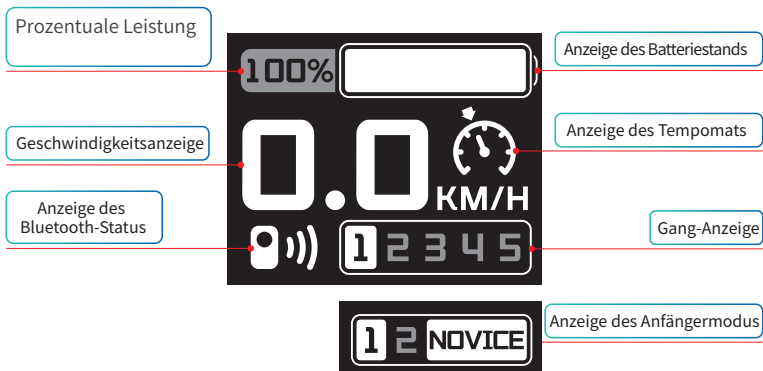

Abbildung 4.3.3.1
## (1) Akku-Prozentanzeige (Siehe Abbildung 4.3.3.1)
## (2) Geschwindigkeitsanzeige (Siehe Abbildung 4.3.3.1)
## (3) Anzeige des Bluetooth-Status (Siehe Abbildung 4.3.3.1)